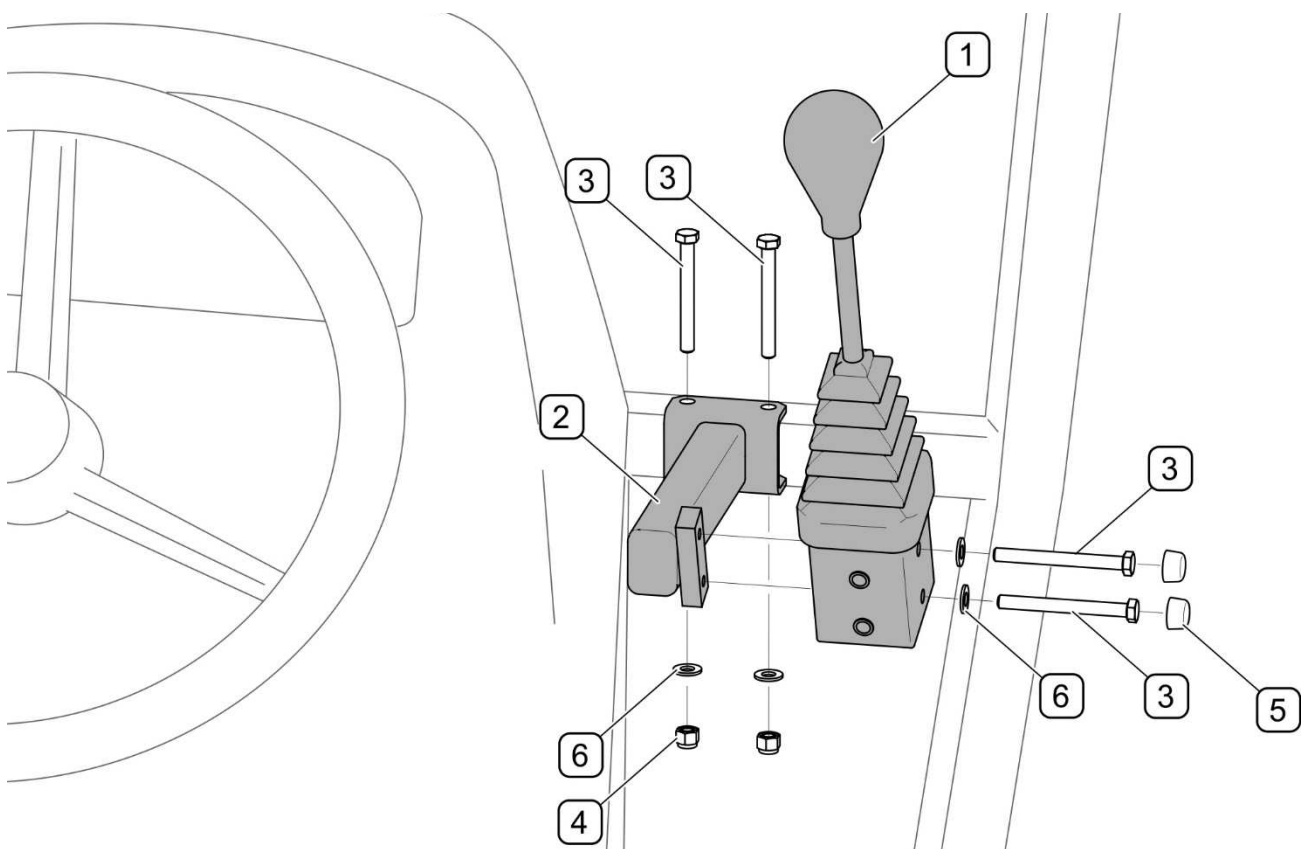

РИСУНОК 4.7 Монтаж рычага управления в кабине трактора (PRONAR 6170)
На горизонтальной балке в кабине, с правой стороны консоли закрепить кронштейн (2) (РИСУНОК 4.7). Затем закрепить на кронштейне рычаг (1) управления погрузчиком. Наклейку со схемой управления погрузчиком приклеить в видимом месте вблизи рычага управления.